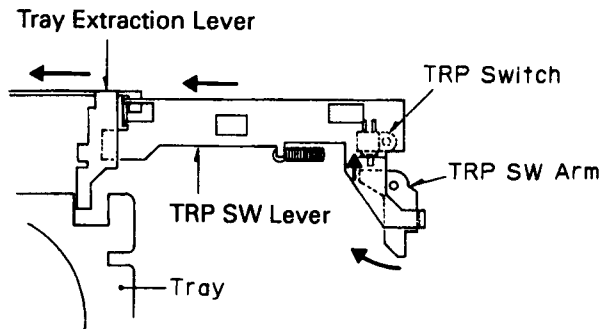

Fig.32
B) Tray return side (eject side)(Fig. 32)